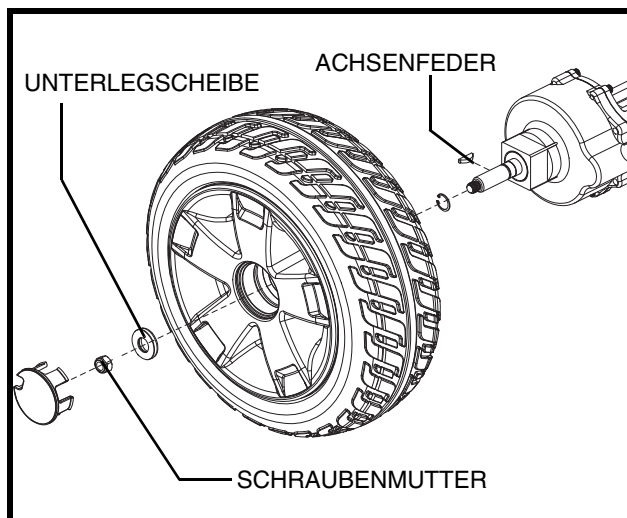

Abb. 22. Vollgummi Reifenradenthebung
3. Entfernen Sie die Schraubenmutter und Unterlegscheibe des Antriebsrades von der Radnabe. **Siehe Abb. 22.**
5. Schieben Sie das neue Rad wieder über die Radachse. Versichern Sie sich, dass der Achsenschlüssel in seinem Schlüsselplatz ist. **Siehe Abb. 22.**